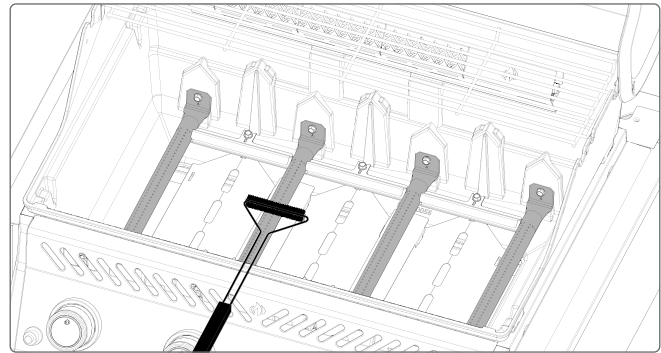

Abb. 10
4. Entfernen Sie die Flammenschutz-Platten und bürsten Sie Rückstände mit einer Drahtbürste von den Brennern ab (**Abb. 10**)